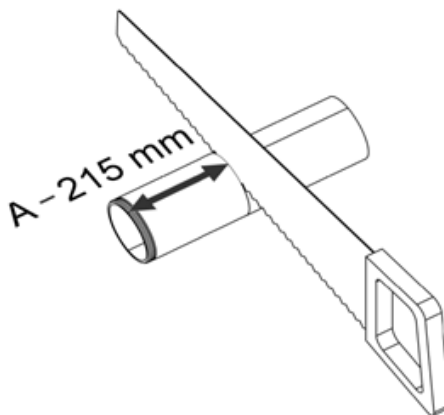

Abbildung 9 - Kürzen des Ø90-mm-Rohrs
Das Ø90-mm-Rohr (3) auf die Länge $A - 215$ mm, gemessen ab dem Rohrende mit der eingefrästen Rille, zuschneiden, siehe Abbildung 9.